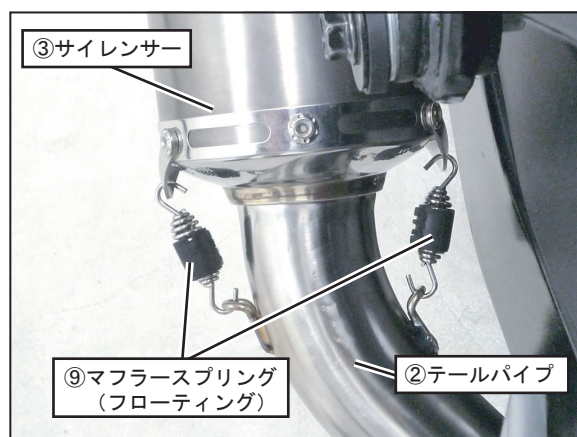

FIG. 7
9. ②テールパイプに③サイレンサーを取り付け、⑨マフラスプリング (フローティング) をスプリング取付工具を使用して取り付けて下さい。(FIG. 7 参照)